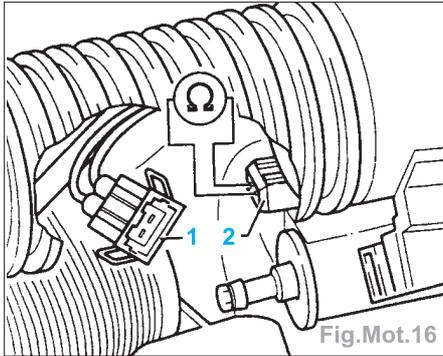

Fig.Mot.16
- Contrôler la résistance de tous les injecteurs sur le raccord (2) à l'aide du multimètre à main **VAG 1526** et des câbles auxiliaires de **VAG 1594** (Fig.Mot.16).